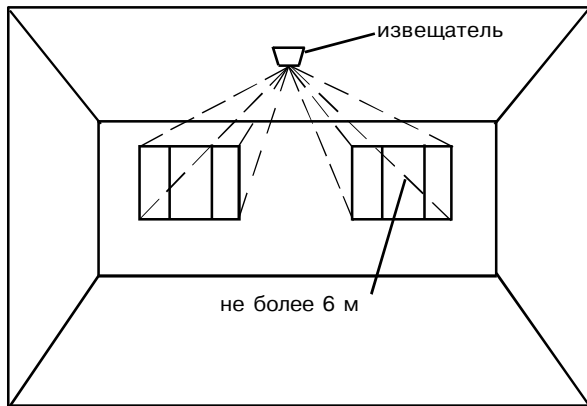
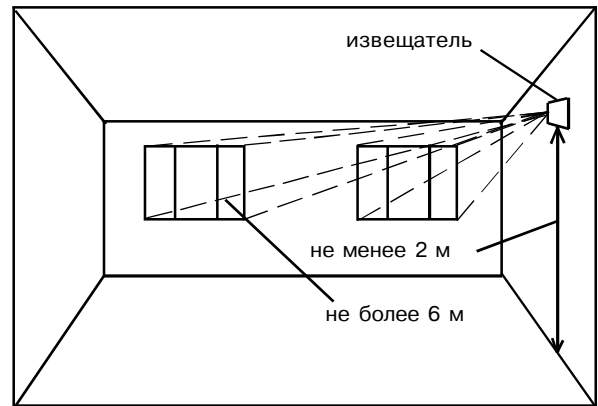
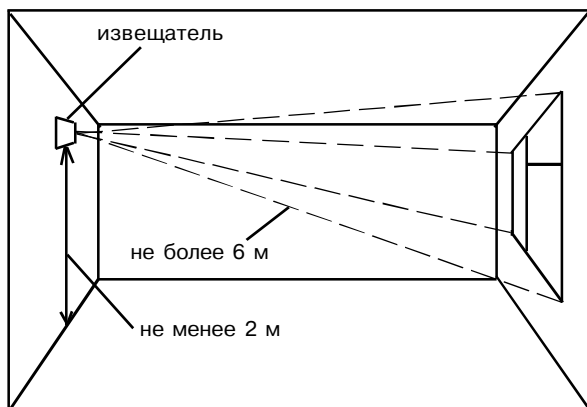
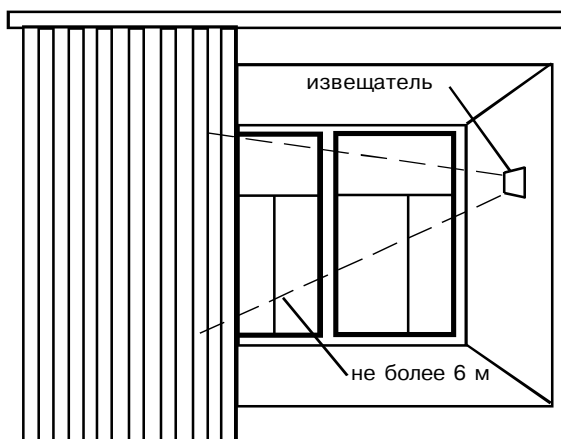

Рис. 5 - Установка извещателя на потолке
Рис. 6 - Установка извещателя на боковой стене
Рис. 7 - Установка извещателя на противоположной стене
Рис. 9 - Установка извещателя между стеклом и занавесями (жалюзи)
- допускается установка извещателя на любой из боковых (рис. 6) или противоположной (рис. 7) стене, а также на потолок помещения (рис. 5 и 8) или в простенке между охраняемым стеклом и занавесями (рис. 9);